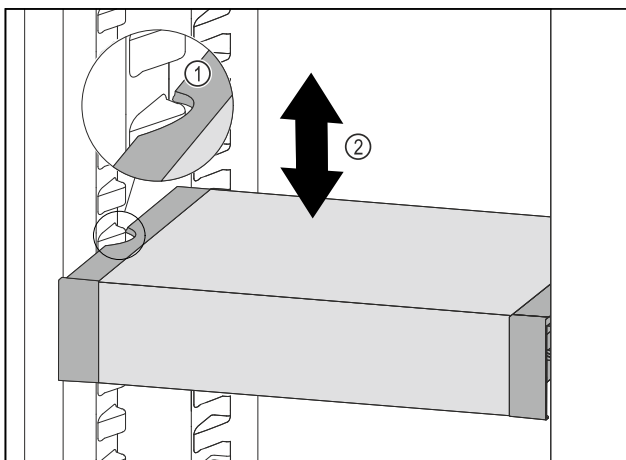

Fig. 103
- ▶ Потягнути VarioSafe вперед, поки бокові заглиблення VarioSafe не опиняться на рівні ребра для резервуара в охолоджувальному відділенні. Fig. 103 (1)
- ▶ Пересувайте VarioSafe вгору або вниз в охолоджувальному відділенні до тих пір, поки не досягнете бажаної висоти. Fig. 103 (2)